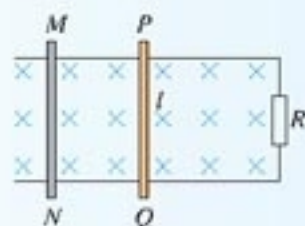

图4.5-5 导体  $MN$  和  $PQ$  以相同速度向右运动
3. 设图4.5-5中的磁感应强度  $B = 1 \text{ T}$ ，平行导轨宽  $l = 1 \text{ m}$ ， $MN$ 、 $PQ$  金属棒均以  $1 \text{ m/s}$  速度贴着导轨向右运动， $R = 1 \Omega$ ，其他电阻不计。